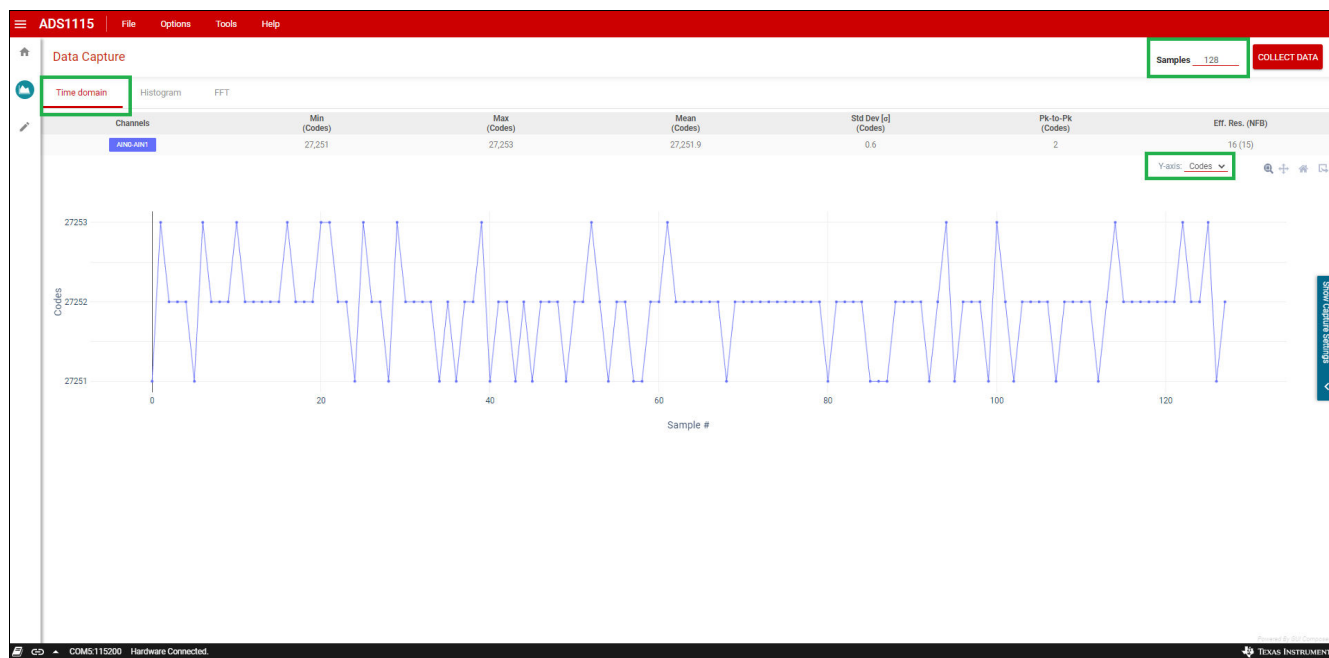

图 5-17. 时域图
*Time Domain* (时域) 图 (如图 5-17 中所示) 显示了 X 轴上的样本计数。根据在下拉菜单中的选择, *Y-axis* (Y 轴) 显示为代码或电压。*Y-axis* (Y 轴) 下拉菜单显示在 GUI 右侧统计信息下方的图表图标旁边。